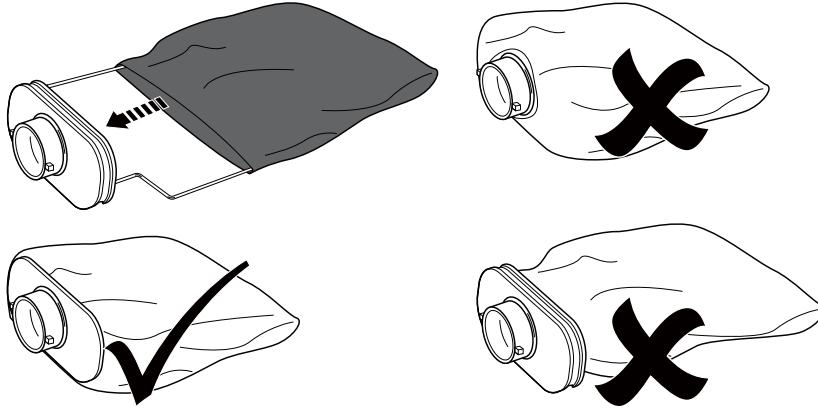

Fig. 11
- > Vuelva a colocar la bolsa de recogida del polvo (8a) en el conector (8c) (Fig. 11) y coloque de nuevo el conjunto en el producto.